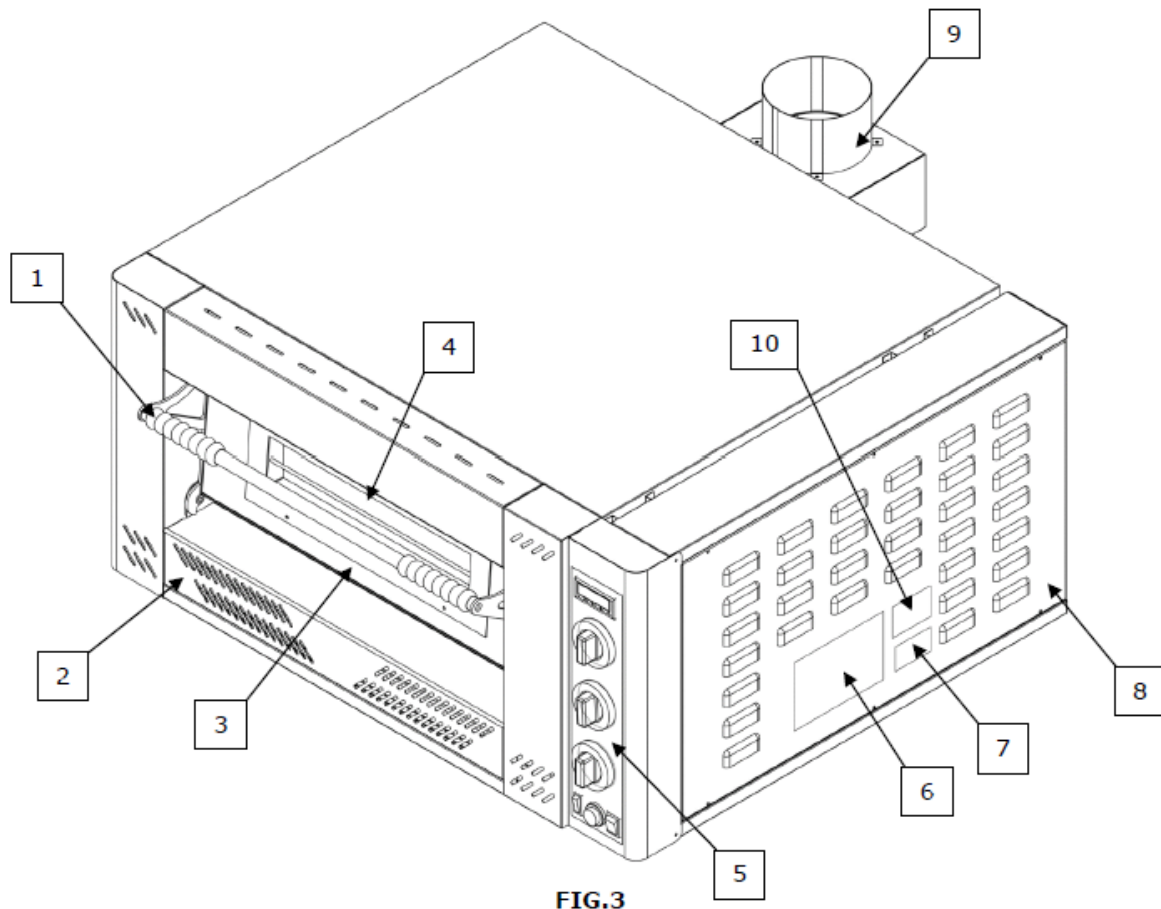
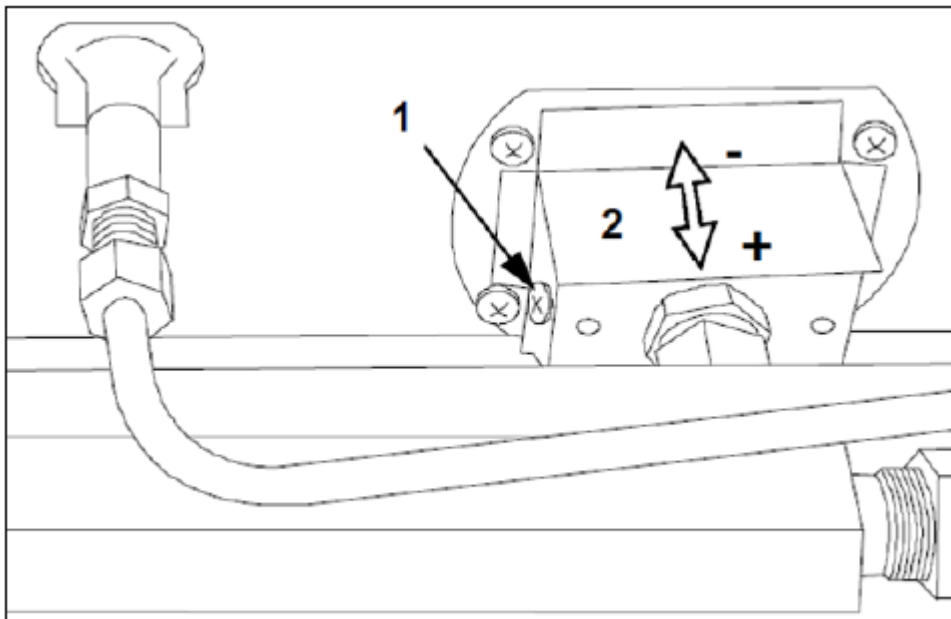

FIG.3
FIG.9
- Verwijder het voorpaneel (FIG.3-Ref.2);
- Verwijder het voorpaneel (FIG.3-Ref.2) draai de schroeven los;
- Verwijder het rechter zijpaneel DX (FIG.3-Ref.8) door de schroeven los te draaien;
- 1) Die rechte (DX) Seite der Blende abschrauben und entfernen (Abb. 3-Bez. 8);
Die Frontplatte (Abb. 3-Bez. 2) abnehmen, die Schrauben lösen und den Luftregler (Abb. 9-Bez. 1/2) abnehmen. Die Düsen sind sichtbar und zugänglich. Lösen Sie die Düsen mit einem passenden Schraubenschlüssel und ersetzen Sie diese durch passende Typen, wie in den technischen Daten je nach Ofenmodell angegeben.
Lösen Sie die Schrauben (Abb. 9-Bez. 1) und regulieren Sie den Luftbrenner (Abb. 9-Bez. 2).
Nach der Luftregulierung ziehen Sie die Schraube in der richtigen Position fest (Abb. 9-Bez. 1).